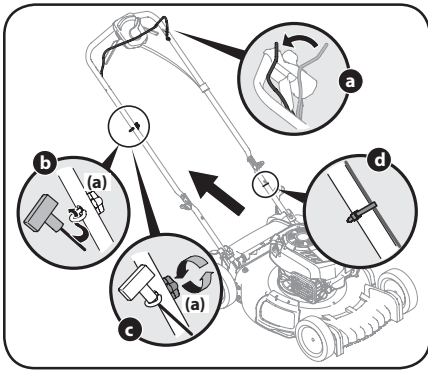

Figura 2-4
7. La guía de la cuerda está unida al costado derecho de la manija superior. Afloje la perilla de aleta (a) que sujeta la guía de la cuerda. Vea la Figura 2-4.